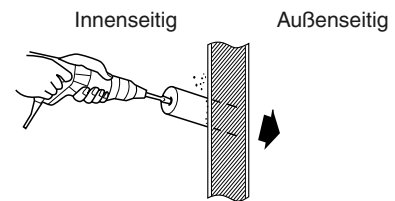

Abb. 3-128
- (8) Wenn die Leitungen und Kabel zur Rückseite des Geräts verlegt werden sollen, müssen die entsprechenden Löcher in der Wand hergestellt werden. (Abb. 3-128)